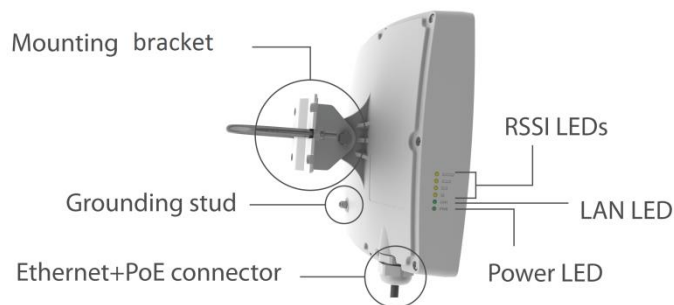

Figura 2 – Vista general del APC 2M-14
El APC 2M-14 tiene 6 LEDs localizados a un costado: alimentación “Power”, LAN y 4 LEDs que indican el nivel de RSSI (verifique la *Figura 2 – Vista general del APC 2M-14-14* para más detalles). Los diferentes estados de los LEDs indican la conexión:
Paso 2. Aterrice el APC 2M-14. El equipo debe estar correctamente aterrizado para protegerse contra descargas eléctricas. El cable de tierra debe estar conectado al punto de tierra de la antena (verifique la *Figura 2 – Vista general del APC 2M-14*).